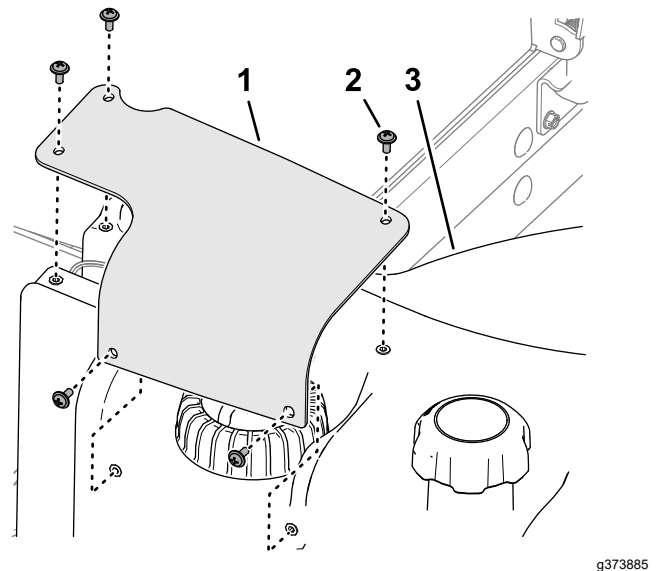

Figure 130
7. Alignez les trous du couvercle du transmetteur de niveau de carburant et les trous du réservoir de carburant, et fixez le couvercle sur le réservoir avec les 5 vis cruciformes (Figure 130).